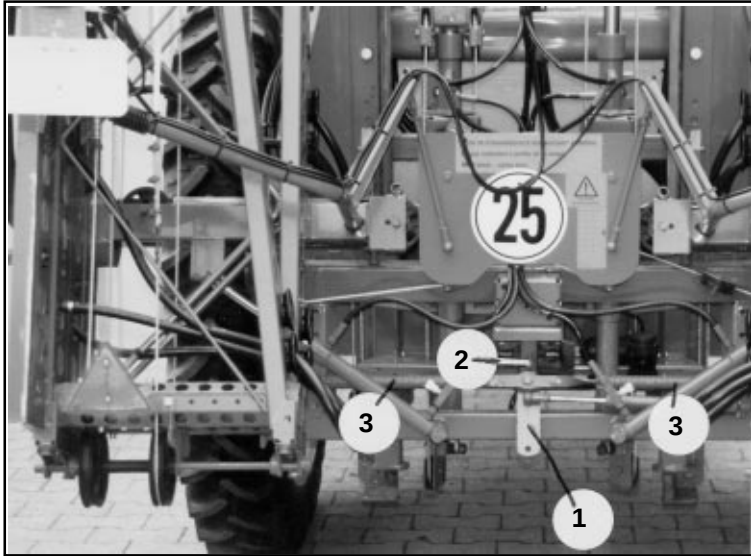

Fig. 10.16
Dans la négative, **déverrouillez** la suspension autostable et ajuster correctement la rampe en intervenant sur le bras articulé (fig. 10.16/1) comme suit :
- desserrez l'écrou autobloquant de la vis (fig. 10.16/2).
- translatez le bras articulé jusqu'à ce que l'assiette de la rampe soit parallèle au sol. Les ressorts (fig. 10.16/3) se chargent de la correction de la rampe.
- resserrez l'écrou (fig. 10.16/2).